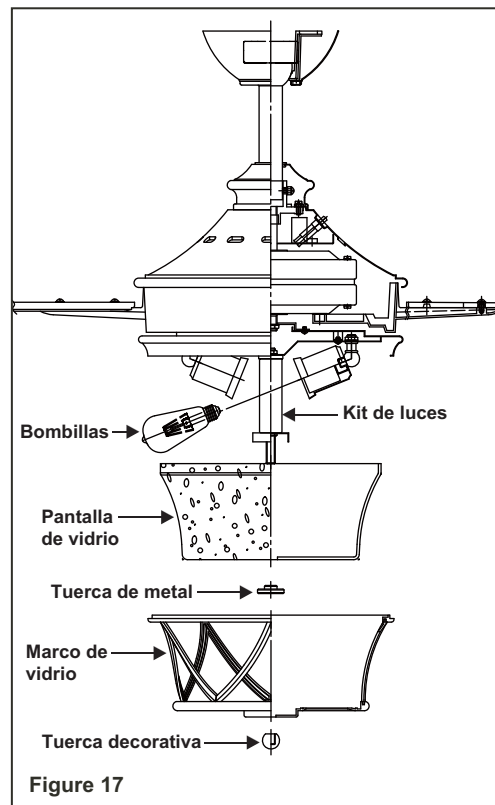

Figure 17
**Paso 5.** Retira la tuerca decorativa y la tuerca de metal del kit de luces. (Fig. 17)
**Paso 6.** Instala las (2) bombillas LED de 7W (provistas).
**Paso 7.** Eleve la pantalla de vidrio al kit de luz y asegúrelo firmemente con la tuerca de metal que retiró anteriormente. (Fig. 17)
**Paso 8.** Levante el marco de vidrio hasta el vástago del kit de luz y asegúrelo firmemente con la tuerca decorativa que retiró anteriormente. (Fig. 17)